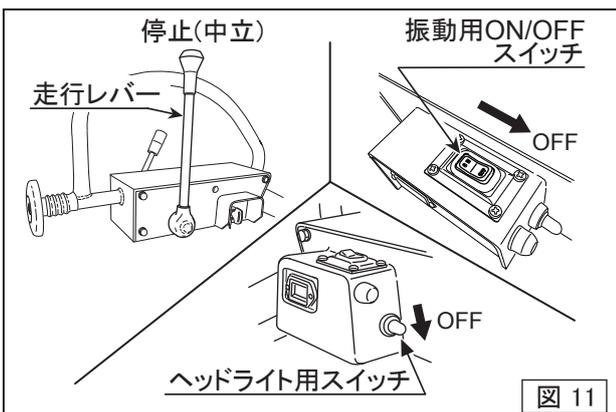

図 11
- 走行レバーを停止(中立)、振動用ON/OFFスイッチ及びヘッドライト用スイッチはOFFの位置にします。(図11)
- 振動用ON/OFFスイッチをOFFにし、走行レバーを停止(中立)に戻してください。振動が停止したことを確認してから调速レバーを停止位置にします。(P13, 図11)